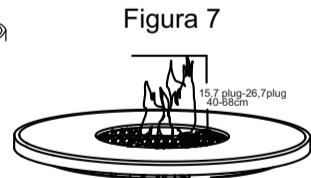

Figura 7
13. Luego del encendido, observe la llama del quemador y asegúrese de que todos los puertos del quemador estén encendidos y que la altura de la llama coincida con la ilustración (Figura 7).
4. Revise las llamas del quemador para asegurarse de que la mesa con fogón para exteriores funcione de manera adecuada (Figura 7).